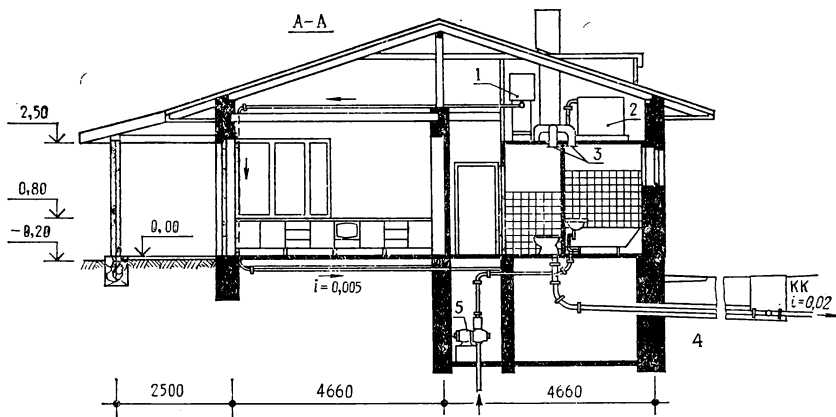

Рис. 36. Скважина внутри дома (разрез):
**Скважина внутри дома.** Из рассмотренных выше способов добывания воды наибольший интерес представляет внутридомовая и наружная (на участке) система водоснабжения с автоматической безбашенной установкой, напорным водовоздушным баком и периодически действующим насосом, создающим необходимое давление в водопроводной сети без водозапасного бака. Эта водоподъемная установка может применяться во всех типах дачных и садовых домиков, усадебных домов (рис. 36). Для устройства ее нужен всего лишь один двухчастный вертикальный стояк, состоящий из скважины глубиной 5—8 м и подъемного трубопровода высотой 3 (в одноэтажном) или 6 м (в двухэтажном доме). От трубы диаметром 32—50 мм и длиной 11—13 м отходят тонкие (диаметром 15—20 мм) отрезки к смесителям и кранам. Водозапасный бак на чердаке не нужен, но в подвале должен быть пневматический водовоздушный бак. При опорожнении его (воздух выдавливает воду к потребителю) насос автоматически включается и восполняет израсходованный запас. Установка работает автоматически. Она проста, гигиенична и удобна в эксплуатации. Иногда к трубе подсоединяют ручной поршневый насос и с помощью его наполняют бак на чердаке или же подключают к системе водяного отопления ручной насос «Родник». На рис. 37 и 38 изображены схемы внутридомовой сети водопровода и канализации с водозапасным баком на чердаке и электронасосом в подвале.